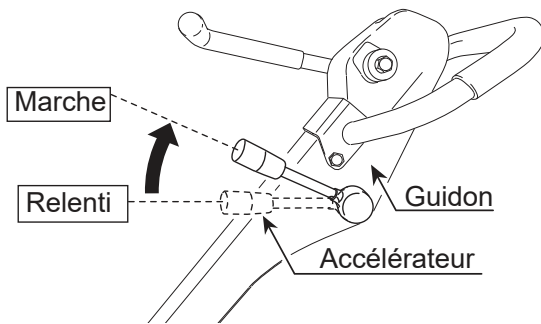

Figure 20. Accélérateur (Position marche)
1. Une fois que le moteur démarré, déplacer rapidement le levier de l'accélérateur à la position **marche** (Figure 20).